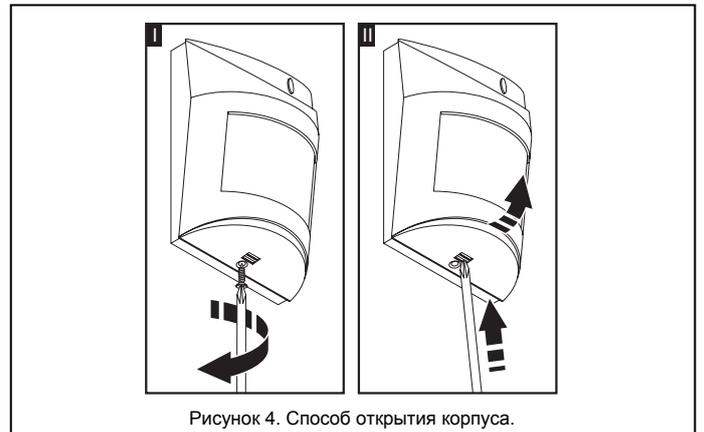

Рисунок 4. Способ открытия корпуса.
1. Откройте корпус согласно Рис. 4.